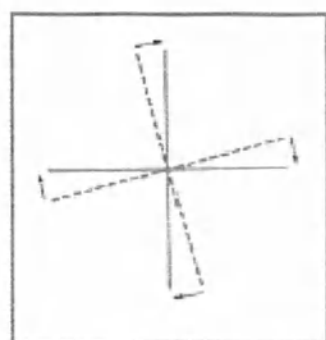

Рисунок 3-8 – Вертикаль и горизонталь
4. Используйте кнопку «Поворот призмы» (как показано на рисунке 3-5 – Пульт дистанционного управления Micro+), чтобы повернуть всё перекрестие (обе линии одновременно) по часовой стрелке или против часовой стрелки, пока вертикальная линия не будет строго вертикальной, а горизонтальная линия – строго горизонтальной (рисунок 3-8 – Вертикаль и горизонталь).